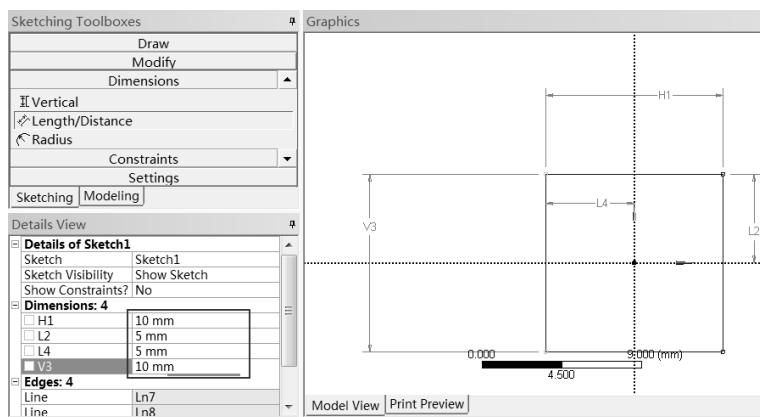

图 10-8 设置尺寸
Step6: 选择 Dimensions General 命令, 如图 10-8 所示, 对几何尺寸进行标注, 具体尺寸如下。